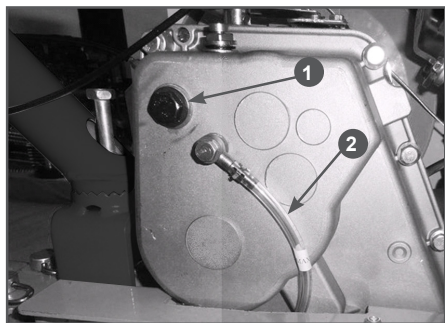

Рис. 13 Заправка масла в коробку передач
- Открутите пробку 1 маслозаливного отверстия. Пробка находится справа в верхней части корпуса коробки передач (Рис. 13).
- Уровень масла в коробке передач контролируется с помощью специальной трубки 2 (Рис. 13). На трубке нанесены две метки «MAX» и «MIN». Уровень масла в коробке передач должен быть по верхнюю метку «MAX» на трубке. При необходимости долейте масло до требуемого уровня.